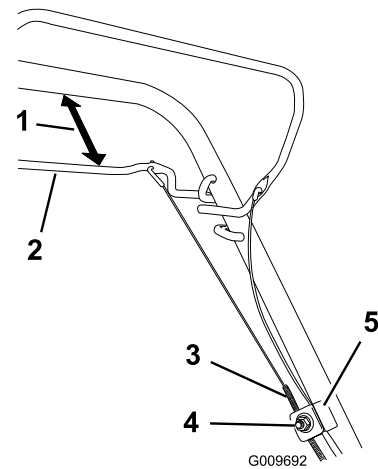

Figure 31
- Desserrez l'écrou du support de guidage du câble (Figure 31).
- Maintenez la barre de commande d'autotraction à 25 à 38 mm du guidon (Figure 31).
- Tirez la gaine du câble vers le bas (vers la machine) pour éliminer le mou du câble (Figure 31).